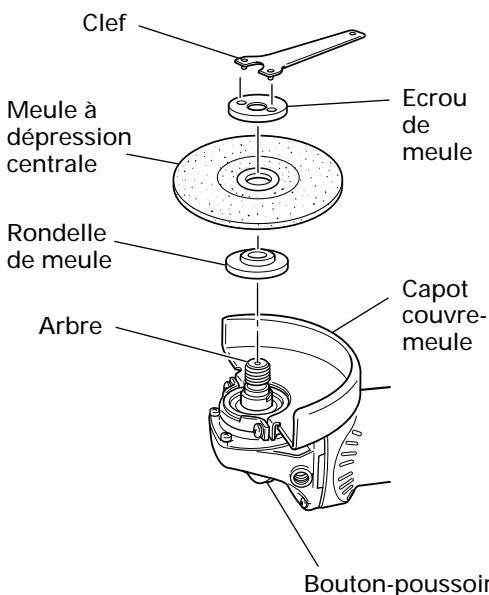

Fig. 5
S'assurer que le bouton-poussoir n'est pas engagée appuyant dessus deux ou trois fois avant de mettre la meuleuse à disque en marche. (Fig. 5)
- (1) Mettre la meuleuse à disque à l'envers de façon que l'arbre soit dirigé vers le haut.
- (2) Aligner l'entaille de forme ovale de la rondelle de meule avec l'encoche de l'arbre, puis les attacher.
- (3) Positionner la protubérance de la meule à dépression centrale sur la rondelle de meule.
- (4) Visser l'écrou de meule sur l'arbre.
- (5) Tout en poussant sur la bouton-poussoir avec une main, verrouiller l'arbre en tournant doucement la meule à dépression centrale avec l'autre main. Serrer l'écrou de meule en utilisant la clef comme montré sur la Fig. 5.